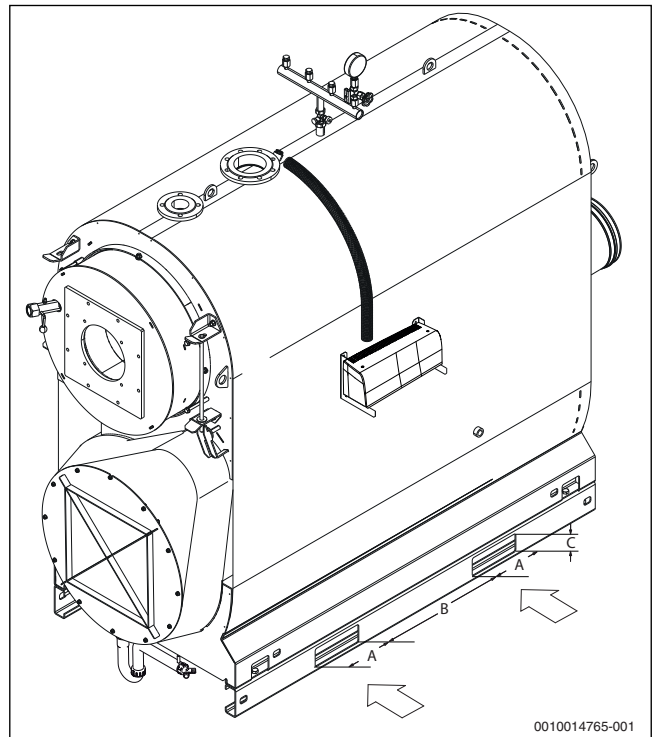

Рис. 5 Транспортировка котла вилочным погрузчиком
- ▶ Вставьте вилы погрузчика через обе балки опорной рамы (→ рис. 5, стр. 12).